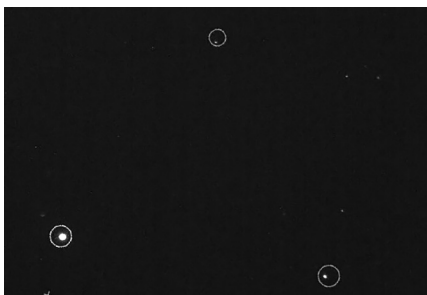

Figura 7. Usare il cursore per ruotare lo schema finché i cerchi non si sovrappongono alle stelle nell'immagine.
5. Facendo doppio clic sulla stella polare apparirà uno schema sovrapposto ruotabile. Usare il cursore per ruotarlo finché i cerchi non corrispondono alle stelle nell'immagine (**Figura 7**). Per ruotare lo schema è anche possibile usare i tasti freccia o la rotellina del mouse. Al termine, fare clic su Successo.